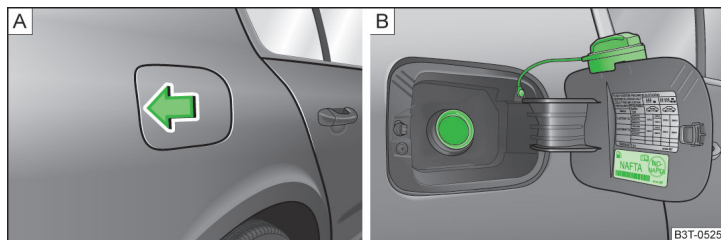

Fig. 162 Abrir la tapa del depósito / tapón del depósito
En el lado interior de la tapa del depósito de combustible se indican el combustible prescrito para su vehículo » fig. 162 de la página 194 - .
- Presionar la tapa del depósito en el sentido de la flecha » **fig. 162 - A**.
- Desenroscar hacia la izquierda el tapón de cierre del depósito y colocarlo desde arriba en la tapa del depósito » **fig. 162 - B**.